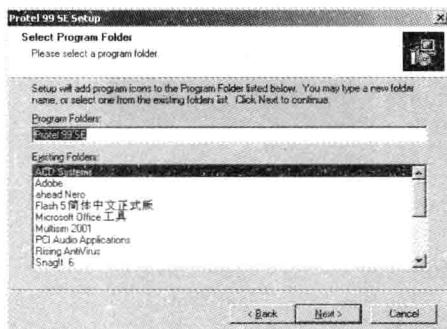

图 1-3 指定程序组
4) 单击 Next 按钮后，屏幕提示选择安装路径，一般不作修改。再次单击 Next 按钮，选择安装模式，一般选择典型安装（Typical）模式。继续单击【Next】按钮，屏幕提示指定存放图标文件的程序组位置，如图 1-3 所示。